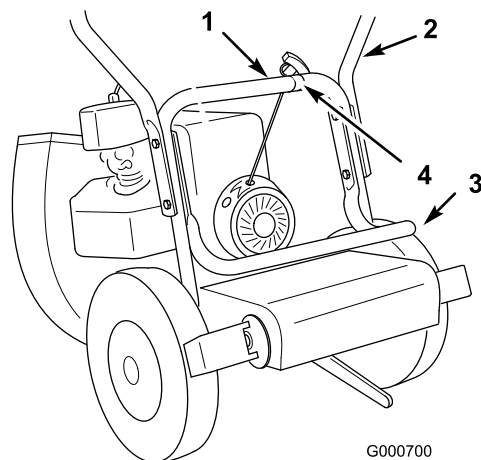

Figura 3
pollici) e dadi di bloccaggio (5/16 pollice) (Figura 3).
2. Fissate il sostegno del sacco all'interno della stegola inferiore mentre montate la stegola (Figura 3).